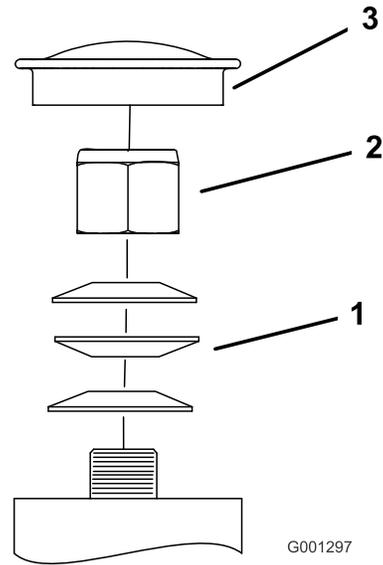

Figure 63
3. Retirez le couvre-moyeu de la roue pivotante et serrez le contre-écrou (Figure 63).
4. Continuez de serrer le contre-écrou jusqu'à ce que les rondelles élastiques soient aplaties, puis desserrez-le d'un quart de tour pour obtenir la précharge correcte des roulements (Figure 63).
**Important:** Veillez à placer les rondelles élastiques comme montré à la Figure 63.
5. Reposez le couvre-moyeu (Figure 63).